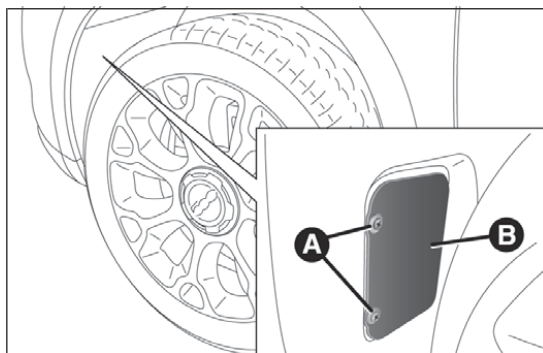

Abb. 180
- Die Schrauben A Abb. 180 und die Klappe B ausbauen;